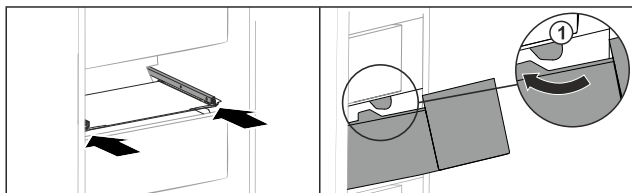

Fig. 226
- ▶ Περάστε το συρτάρι γύρω από τα στοπ Fig. 226 (1).